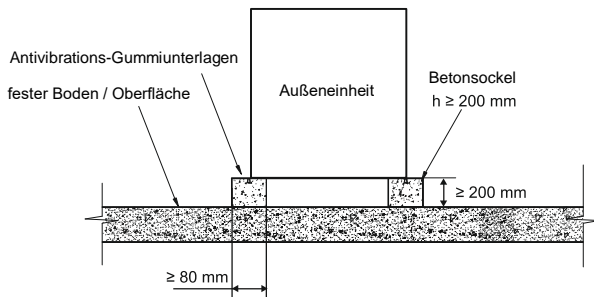

Abb. 6-5: Konstruktion des Sockels – Frontansicht
- 4) Die Abbildung 6-5 zeigt die typische Konstruktion eines Betonsockels. Typische Beton-Zusammensetzung: 1 Teil Zement, 2 Teile Sand und 4 Teile Kies. Als Armierung wird Stahlstab benutzt. Die Sockelkanten sollten abgeschrägt sein.